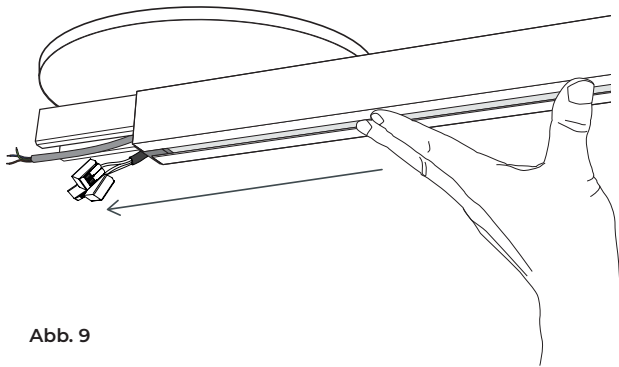

Abb. 9
10. Schieben Sie die Schiene auf das längere Ende des Einschubriegels bis sich das eingehakte Kabel und die Stromzufuhr mithilfe der Wagoklemmen verbinden lassen (Abb. 9).